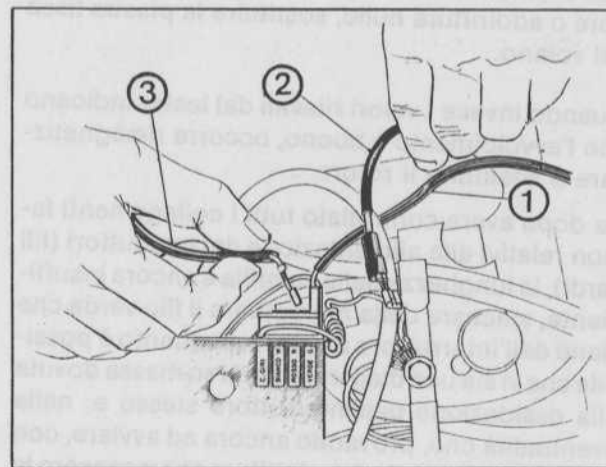

Fig. 175
- 2) Staccare da un trasduttore il filo rosso (quello che arriva dal captatore) poi tramite un piccolo cavo collegato al filo verde che arriva dal volano collegarsi e scollegarsi intermittenemente alla linguetta del trasduttore relativa al filo rosso, entrata del segnale del captatore (Fig. 175) Questa prova del collegamento intermittente va eseguita con le candele appoggiate sulla massa del motore (svitate dalle teste) facendo simultaneamente girare il motore (con l'avviamento a pedale o quello elettrico).
- 2) Disconnect the red lead (coming from the magnetic pickup) from the transducer. Connect and disconnect a small wire attached to the green lead (which comes from the flywheel magneto) with the transducer terminal tab to which the red lead was connected (Fig. 175). This test of the intermittent connection should be carried out with the spark plugs removed from their seats and grounded on the cylinder heads, and cranking the engine with the kick-start pedal or with the electric starter.